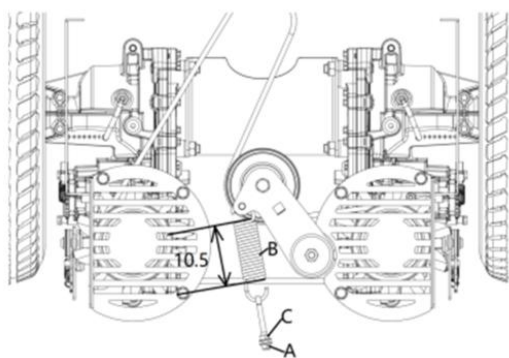

Fig. 20
Il metodo è simile a quello sopra descritto per la regolazione della cinghia del piatto. La lunghezza del corpo della molla del tenditore (B) dovrebbe misurare circa 105 mm per una corretta tensione della cinghia (vedi Fig. 20).